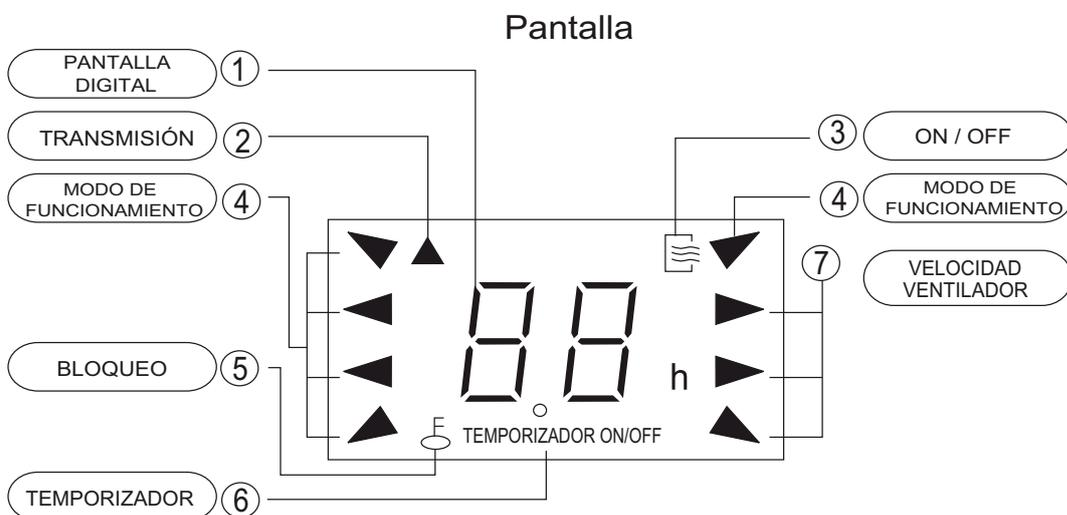

Imagen 2
- ① PANTALLA DIGITAL : La pantalla digital muestra la temperatura configurada. En modo TEMPORIZADOR, muestra la configuración de encendido y apagado. En modo VENTILADOR, no muestra nada.
- ② TRANSMISIÓN : Este indicador parpadea cada vez que el mando a distancia envía una señal a la unidad interior.
- ③ ENCENDIDO/APAGADO : El símbolo de ON/OFF aparecerá cuando se encienda la unidad a través del mando a distancia, y desaparecerá al apagarla.
- ④ MODO DE FUNCIONAMIENTO : Al pulsar la tecla de modo, se mostrará el modo de funcionamiento actual: AUTO / FRÍO / DESHUMIDIF./ CALOR (no disponible en modelos de solo frío) o VENTILADOR.
- ⑤ BLOQUEO : El indicador de bloqueo se mostrará tras pulsar la tecla de bloqueo (LOCK). Tras pulsarla de nuevo, desaparecerá.
- ⑥ TEMPORIZADOR : Muestra la configuración del temporizador. Así, si solo se ha configurado la hora de encendido, se mostrará la hora de encendido (TIMER ON). Si se ha configurado la hora de apagado, aparecerá la hora de apagado (TIMER OFF). Si ambas horas están configuradas, se mostrará TIMER ON-OFF, lo cual indicará que se ha configurado una hora de encendido y una hora de apagado.
- ⑦ VELOCIDAD DEL VENTILADOR : Pulse el botón velocidad del ventilador (FAN SPEED) para ajustar la velocidad deseada (auto-baja-media-alta). En la pantalla LCD aparecerá la configuración, excepto en vel. auto.
**▲** NOTA: La imagen 2 es de carácter explicativo. Durante el funcionamiento real solo se mostrarán los indicadores en funcionamiento.